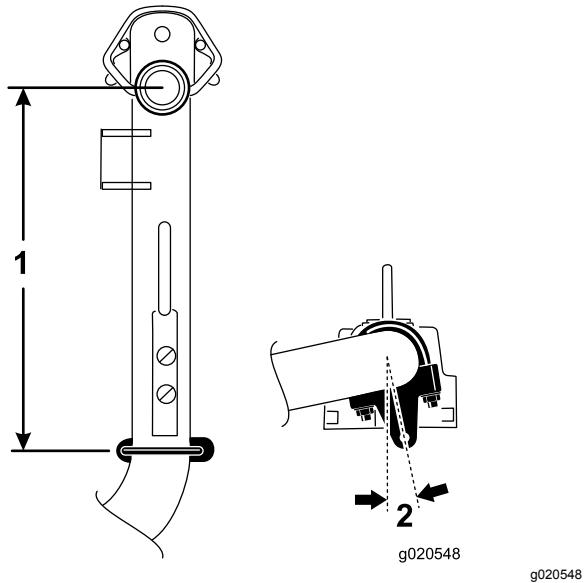

図7
5. 昇降アーム6番、7番で、ブラケットとUボルトを、ピボットナックルのセンターラインから後ろに36.8cm さがった位置にセットする図7。